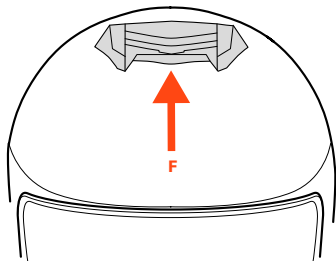

ABBILDUNG 5
BELÜFTUNGSÖFFNUNG VORNE OBEN – F – Abbildung 5/6
- **Abbildung 5:** Belüftungsöffnung, vollständig geschlossen.